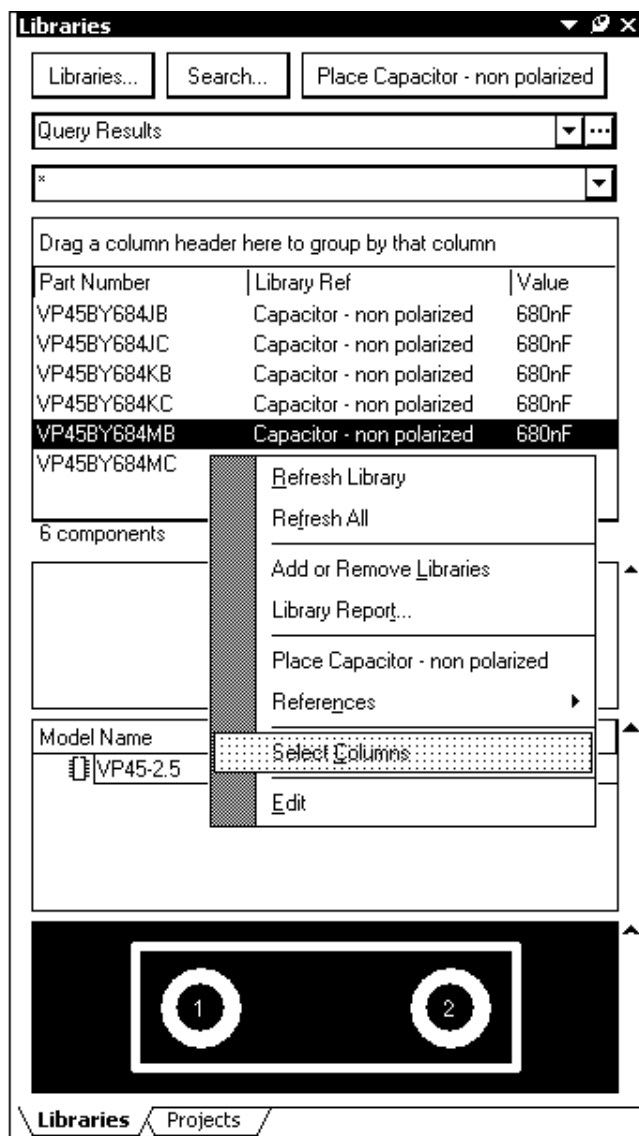
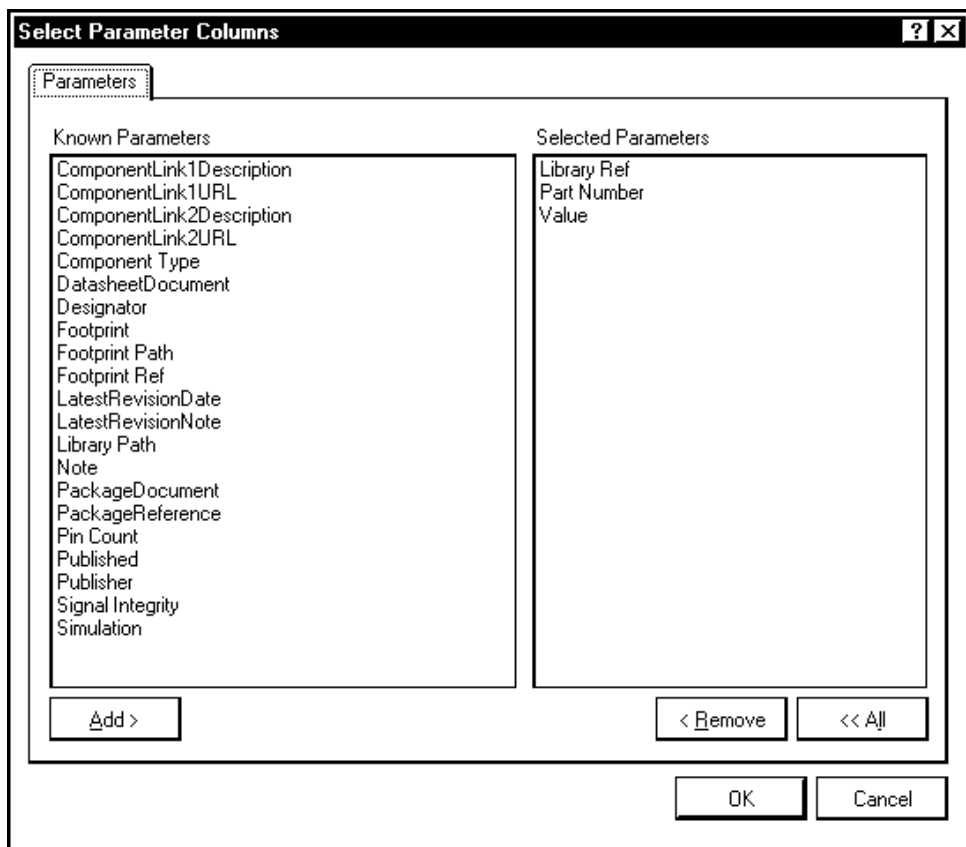

Рис. 11.15. Панель библиотек **Libraries** с результатами поиска компонентов по набору параметров
Рис. 11.16. Формирование набора параметров
4. Щелчком на кнопке **Search** запустить поиск. Программа обнаруживает в базе данных компоненты, соответствующие составленному запросу, и выводит результат поиска в панель **Libraries** (рис. 11.15).
По умолчанию в поле имен найденных компонентов панели **Libraries** показаны только номера записей базы данных (**Part Number**) и ссылки на имя компонента (**Library Reference**) в ассоциированной библиотеке *.SchLib. Для размещения в этом поле других сведений о компонентах (номинала, допуска и т. п.) следует щелчком правой кнопки мыши вызвать контекстное меню и указать в нем команду **Select Columns** — выбрать колонки (см. рис. 11.15). Откроется окно выбора параметров, подлежащих отображению в панели **Libraries** (рис. 11.16).